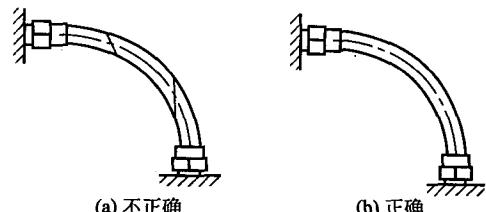

图 1-3 软管不应有扭转现象
④ 软管在安装和工作时，不应有扭转现象，如图 1-3 所示；不应与其他管路接触，以免磨损破裂；在连接处应自由悬挂，避免受其自重而产生弯曲。